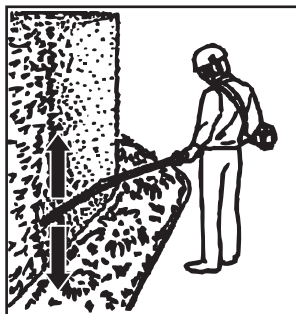

Fig. 27
1. S'assurer que le protège-lame (16) est retiré et que la batterie (32) est montée avant utilisation.
5. Toujours tenir fermement le produit avec une main sur le manche antidérapant (7a) de la perche arrière (7) et l'autre main sur la poignée arrière (1). Ne jamais faire fonctionner le produit d'une seule main.
7. Commencer par couper les deux côtés à partir du bas en remontant jusqu'au sommet. Cela empêche les débris de coupe de tomber dans la trajectoire du matériau qu'il reste à couper (Fig. 27).